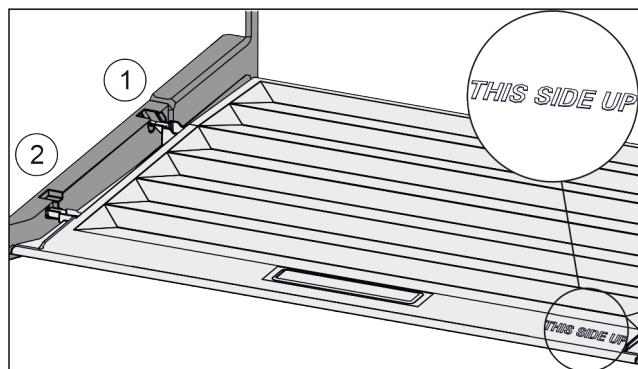

Fig. 95
- Výstupky veka zavedte cez otvor zadného držiaka Fig. 95 (1) a zaistíte vpredu v držiaku Fig. 95 (2).